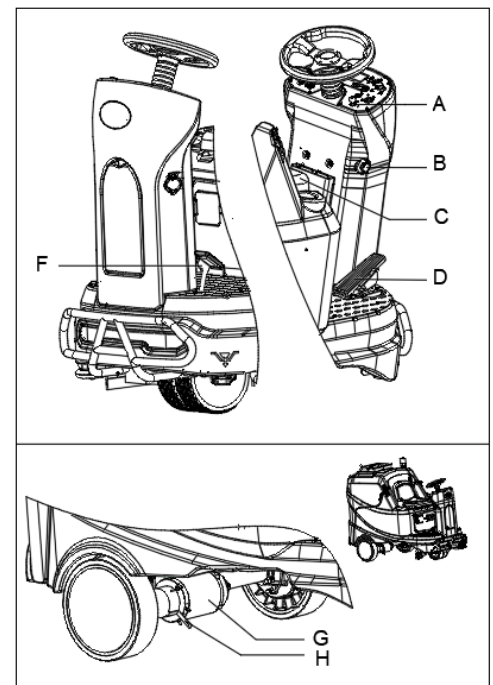

Figura 12
1. Gire la llave de encendido (A figura 12) hasta «I» y siéntese en el asiento (C).
2. Pise el pedal de aceleración (D) suavemente y suéltelo para comprobar que la máquina puede orientarse hacia adelante y detenerse.
3. Para mayor seguridad, compruebe que la máquina puede detenerse de inmediato al presionar el botón de emergencia (B). Gire el botón de emergencia para reiniciarlo.
4. Pise el pedal de freno mecánico (F) rápidamente para comprobar si la máquina puede detenerse inmediatamente.
El freno del motor de tracción está desbloqueado cuando el motor funciona normalmente, se bloquea cuando el motor se apaga. En algunos casos especiales, como el embalaje/desembalaje de la máquina, fallo de la máquina, etc., puede ser necesario empujar la máquina. En el motor de tracción (G figura 12) empuje hacia abajo el mango del freno (H figura 12), el freno de la máquina se suelta y la máquina se puede mover. Después de completar, empuje el mango hacia atrás para que la máquina pueda funcionar.